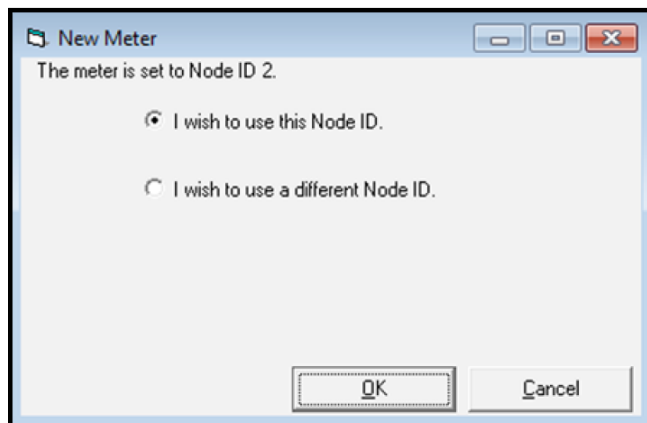

Рис. 4: Идентификатор узла для нового прибора (New Meter Node ID)
- Щелкните правой кнопкой мыши на пиктограмме *Com Port* и выберите опцию *New Meter* (новый прибор). На первом экране программы-мастера *Add New Meter* (добавить новый прибор) выберите опцию “*I don't know the node ID of the meter I am adding to the network*” (я не знаю идентификатор узла для прибора, который я добавляю к сети) и щелкните кнопку **OK**. На втором экране выберите опцию “*It is the only meter connected to the communications port*” (это единственный прибор, присоединенный к порту связи) и кнопку **OK**. Если прибор обнаружен, то будет открыт экран, похожий на *рис. 4* ниже. Щелкните кнопку **OK**.